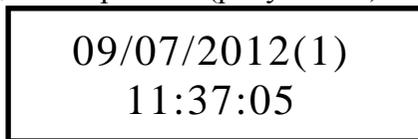

Рисунок 11 – Установка даты и времени
2.4.7.1 Для установки текущей даты и времени в анализаторе войдите в главное меню согласно 2.3.2, далее в главном меню выберите пункт **«ВРЕМ»** и нажмите кнопку ввода. На дисплее появится окно установки даты и времени (рисунок 11).